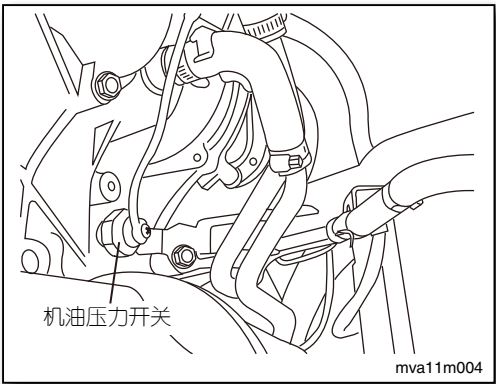

图4
3. 拆开机油压力开关线束插头后，拆卸机油压力开关(如图4)。